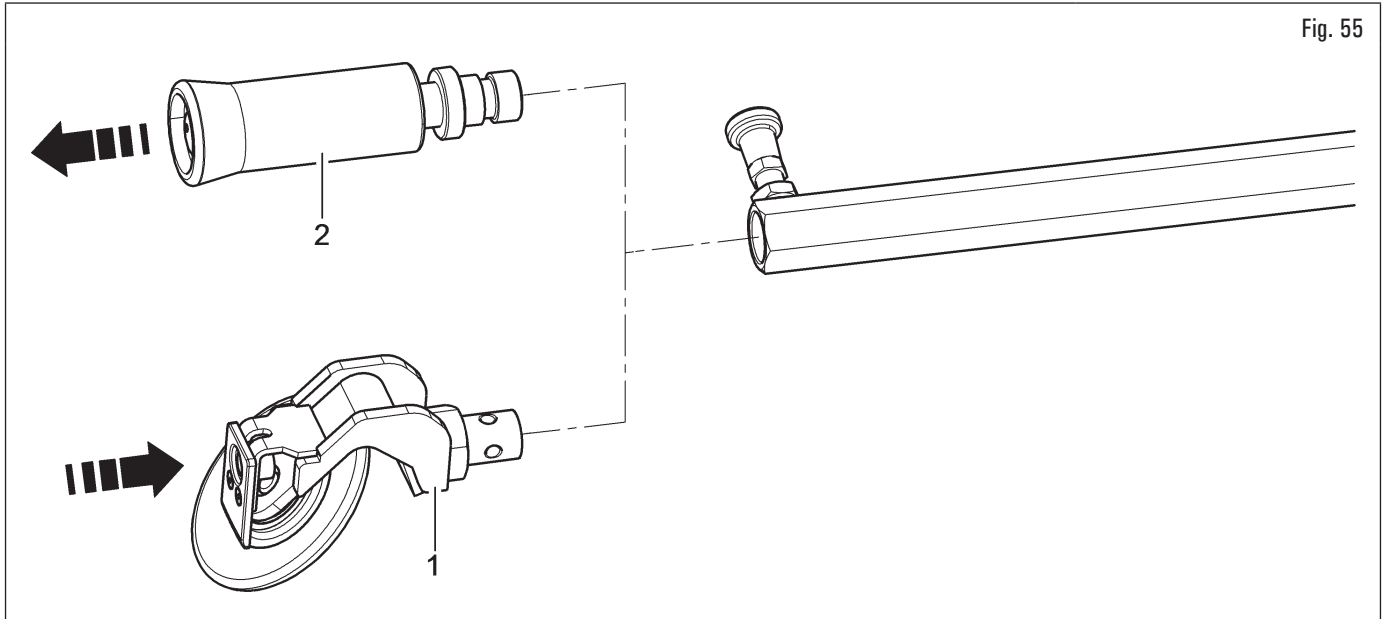

Fig. 55
- asegúrese de que el rodillo inclinado (Fig. 55 ref. 1) esté montado en el dispositivo prensa-levanta talón en lugar del rodillo presionatalón (Fig. 55 ref. 2).